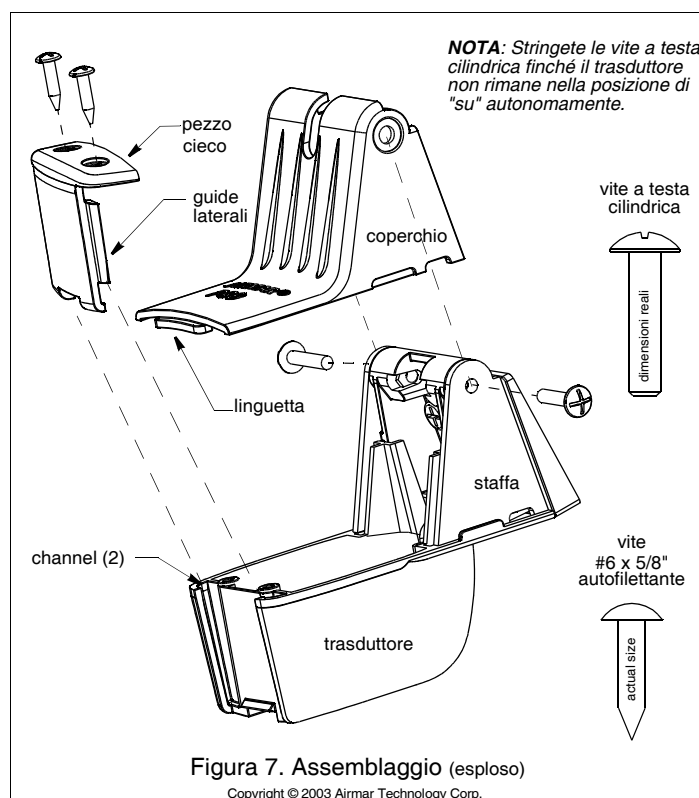

Figura 7. Assemblaggio (esplo)
1. Posizionate il coperchio sul trasduttore (Figura 7). Allineate i fori nel coperchio con i fori nel trasduttore e nella staffa.